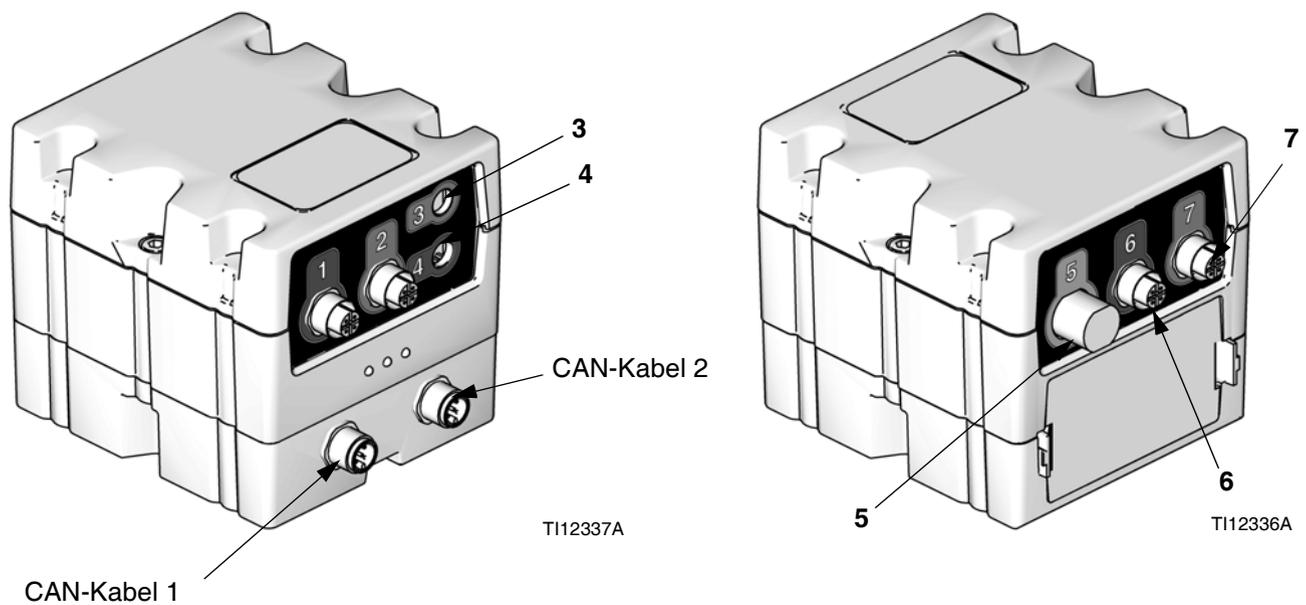

ABB. 7: FCM-Sensoranschlüsse
- Materialreglermodul (K). Siehe **ABB. 7** auf Seite 13.
2. Sensor für niedrigen Füllstand an vorhandener Sensorhalterung (EA) über vorhandenem Sensor für leeren Behälter (EE) anbringen.
3. Vorhandenes Kabel zwischen Sensor für leeren Behälter (EE) und FCM-Anschluss (siehe ABB. 7 auf Seite 13) durch Splitterkabel des Sensors für leeren/niedrigen Behälterfüllstand ersetzen.